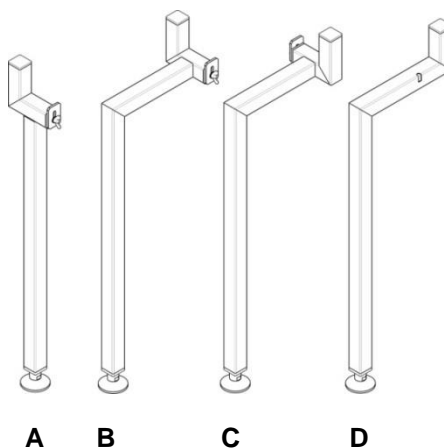

Abb. 7: Spezialfüße für breiteren Durchlass zwischen den Standfüßen
- vorne mit 2 Doppelfüßen (Abb. 7: Pos. A),
- hinten mit einem gekröpften Doppelfuß rechts (Abb. 7: Pos. B) und
- einem gekröpften Doppelfuß links (Abb. 7: Pos. C).
- hinten einen gekröpften Fuß (Abb. 7: Pos. D).